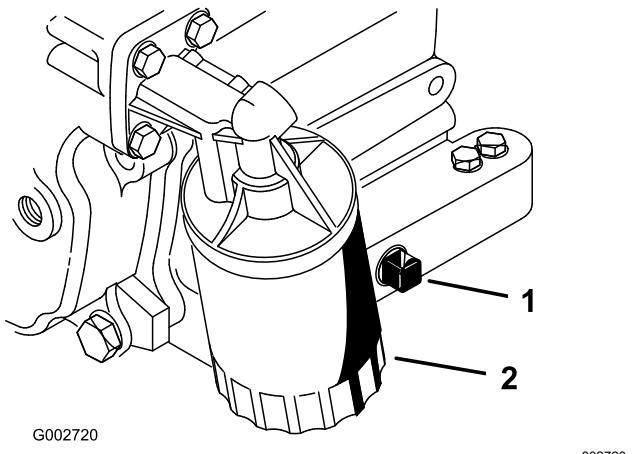

图 28
2. 拆下排油塞图 28 让油流入放油盘。油不再流时安装排油塞。
- 3. 拆下机油滤芯 **图 28**。